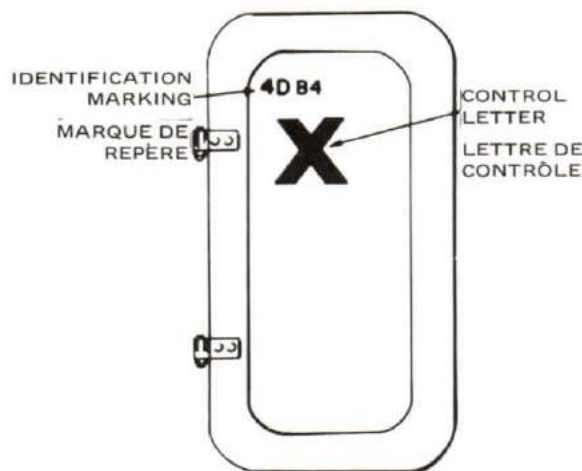

Figure 8-24
30. Doors and Hatches are marked with the number of the compartment into which they give access. Thus the door to compartment "4DB4" would appear as in Figure 8-24.
30. Les portes et panneaux sont marqués du numéro du compartiment auquel ils donnent accès; ainsi, la porte donnant sur le compartiment 4DB4 est représentée comme l'indique la figure 8-24.